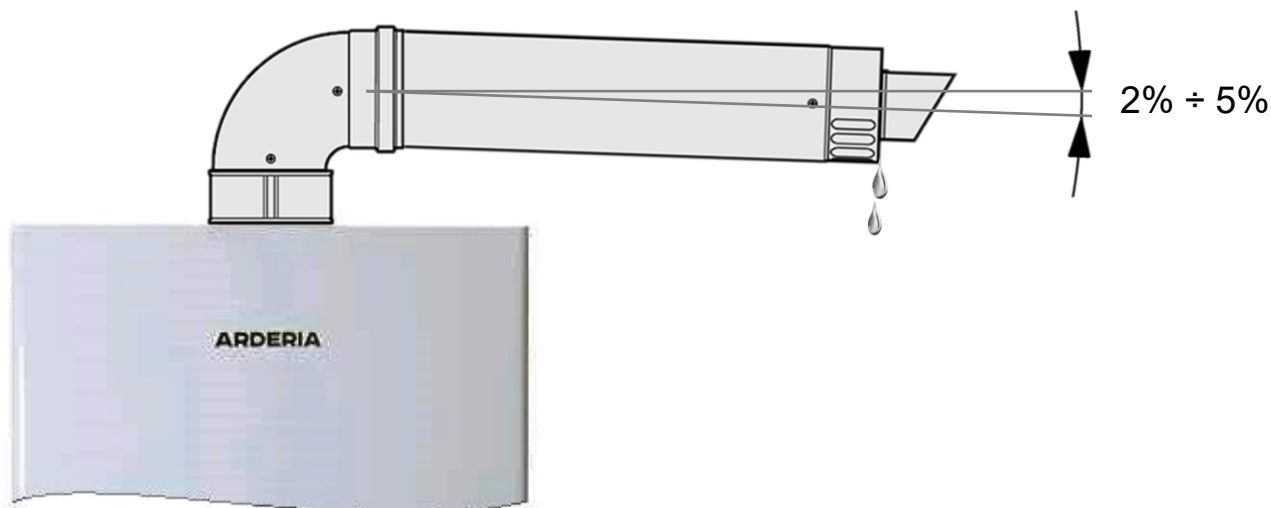

Рис. 26 Установка горизонтального конечного участка коаксиального дымохода.
- Для удаления конденсата конечный горизонтальный участок дымохода **следует** монтировать с уклоном наружу (по направлению от котла) в $2\% \div 5\%$ (См. Рис. 26)